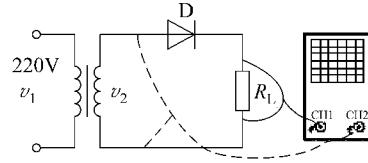

图 1-9 半波整流电路波形
测试半波整流电路波形的实验与实训电路如图1-9所示。
(2) 实验与实训步骤
① 实物准备：变压器 6V、电阻 1kΩ、二极管 1N4007、示波器等。
② 按图 1-9 连接各元器件，在实验电路板上焊接各个元器件和连接线。
③ 将示波器探头连接至电路，CH1 输入接 R_L 两端，CH2 输入接变压器输出端。
④ 示波器各开关位置参见表 1-7。